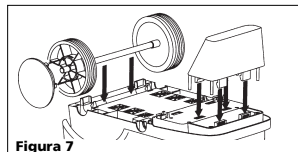

Figura 7
6. Deslice las ruedas hacia afuera y calce el eje en la parte inferior de la unidad (Figura 7).
8. Conecte la pata en la parte delantera de la hidrolavadora (Figura 7).